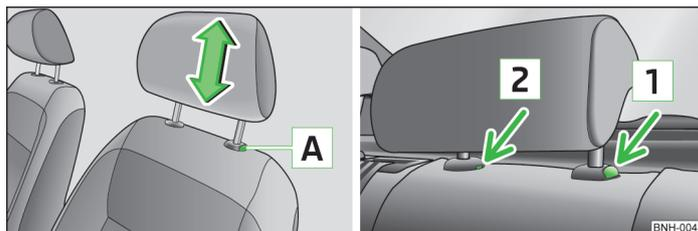

Fig. 35 Appuie-tête : réglage/démontage
- > Si vous souhaitez abaisser l'appuie-tête, appuyez et maintenez la touche de verrouillage > fig. 35 d'une main, maintenez celle-ci enfoncée et poussez en même temps l'appuie-tête vers le bas de l'autre main.
- Appuyez sur la touche de verrouillage **A** » fig. 35 et retirez l'appui-tête.
- Poussez la touche de verrouillage dans le sens de la flèche **1** » fig. 35, poussez en même temps le verrouillage dans l'ouverture **2** au moyen d'un tournevis plat d'une épaisseur de 5 mm max. et sortez l'appuie-tête.